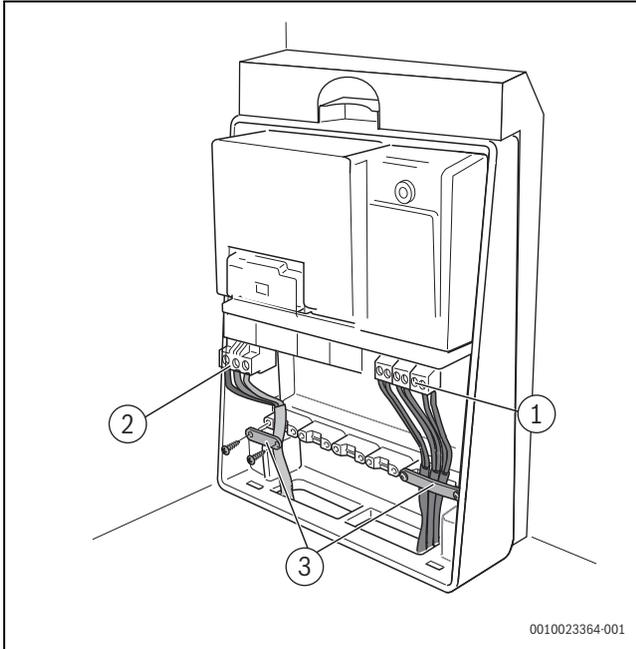

Bild 48 Kabelschelle montieren
- ▶ 230 V_{AC} Netzkabelanschluss des ersten Moduls für das zweite Modul verwenden. Hierzu das mit dem Modul mitgelieferte Kabel verwenden (→ Bild 48, [4]).